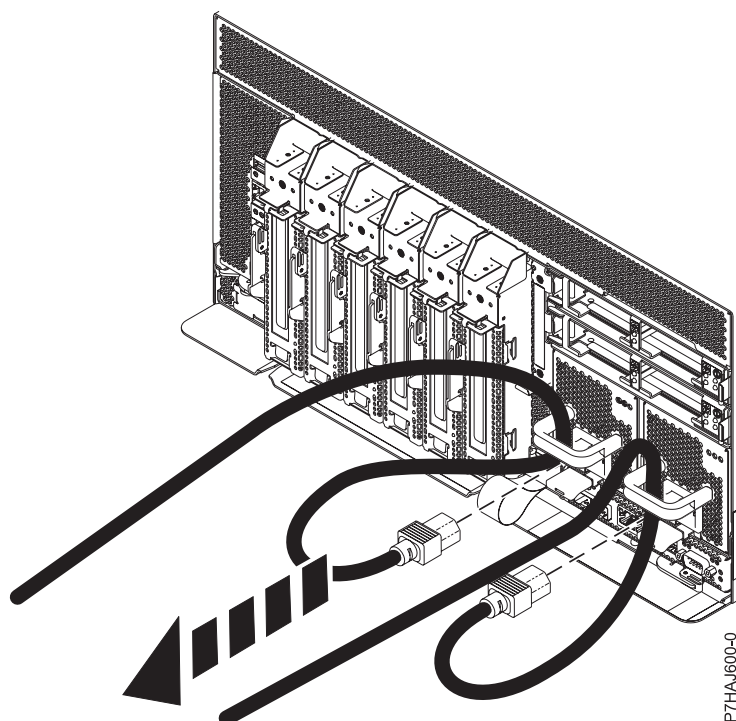

Figura 12. Extracción de los cables de alimentación
3. Desconecte los cables de alimentación de la unidad del sistema como se muestra en la Figura 12 en la página 26.